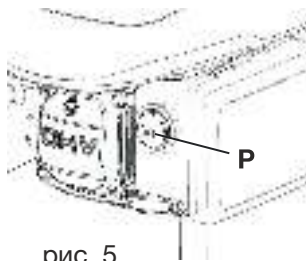

рис. 5
1. Подкачайте топливо праймером (поз. **P**, рис. 5) нужное количество раз (обычно 1-3 раза) согласно приведенной ниже таблице.